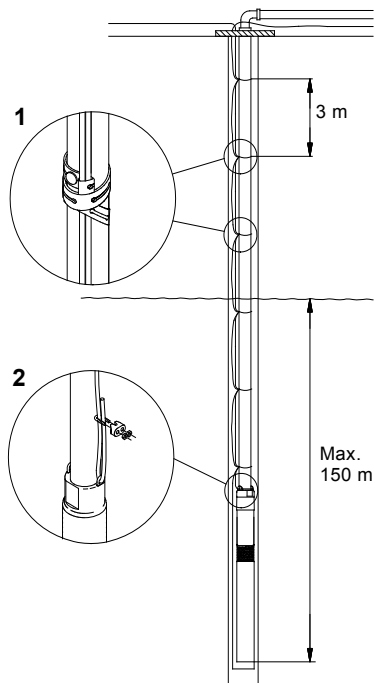

Fig. 11
Clemele de cablu trebuie fixate din 3 în 3 metri, vezi fig. 11.
Adâncimea maximă de instalare sub nivelul static al apei: 150 metri, vezi fig. 11.
Se recomandă asigurarea pompei cu un cablu de fixare fără sarcină, vezi fig. 11, pos. 2.